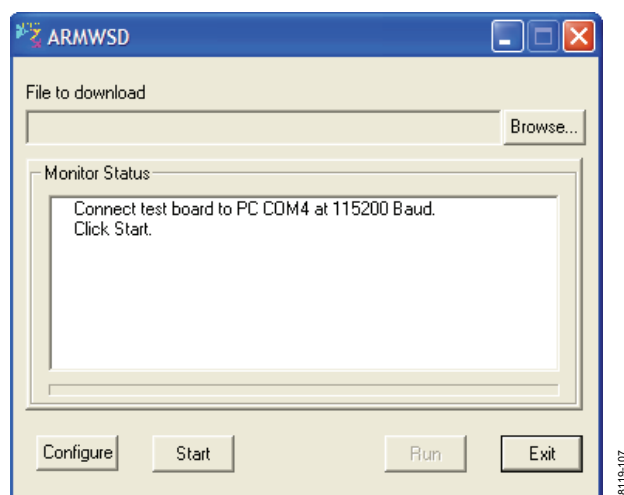
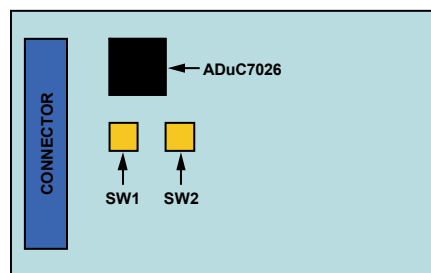

図 7. ISEB ARMWSD ファームウェア・ダウンローダ
図 9. マイクロコントローラのフラッシュ用 ISEB スwitchの位置
2. **/Drivers/FW/**フォルダ内の**ARMWSD.exe**プログラムを実行します。図 7に示すようなダウンロードに関する情報が表示されます。
1. 図 7の画面の**Start**をクリックして、フラッシュ処理を開始します。**Start**をクリックしたら、ISEB上の 2 個のボタン (図 9) を所定の順序で押してファームウェアをフラッシュします。
ダウンロードが始まり、その処理がダウンローダによって自動的に確認されます。ダウンロードの処理が失敗すると、**Monitor Status**ボックス (図 7を参照) 内にそのことが表示されます。この場合は、**Start**と必要なスイッチを順にクリックして、ダウンロードを再度実行してください。ボードをうまく再設定できない場合は、何回かこの手順を実行してみてください。
ダウンロードが正常に終了したら、**Run** (図 7) をクリックして ISEB をリセットし、新しいファームウェアを実行します。このステップを終えると、ボードは正常に更新されます。
システムのセットアップ／設定を終えたら、**SW2** (図 9を参照) を押してISEBをリセットし、現在接続中のサテライトを検出できるようにします。この操作は、ISEBに接続されたサテライトを別のデバイスのサテライトに置き換える場合にのみ行います。サテライトを同じデバイスのサテライトに置き換える、すなわち EVAL-ADXL345Z-Sを別のEVAL-ADXL345Z-Sに置き換える場合は、**SW2** を押す必要はありません。